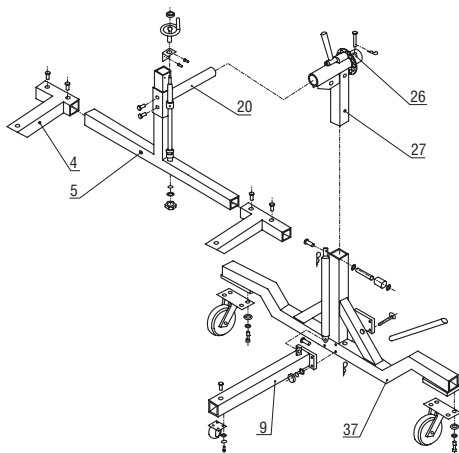

Рисунок 2. Сборка стойки
1. Соберите базу стойки кантователя, соединив продольную(9) и поперечную(37) части базы при помощи четырёх болтов М10х110(36), шайбы(37), стопорной шайбы(38) и гайки М10(39), используйте пластину. Надёжно затяните болты, убедитесь, что между частями базы отсутствует зазор (см. рис. 2).